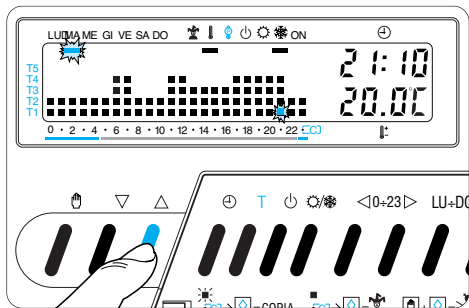

Fig. 23
5.6 - Premere il pulsante ∇ (indietro) o \triangle (avanti) sino a che non si raggiunge il giorno in corso (fig. 23).